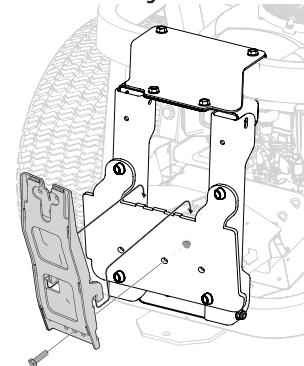

Figure 10
2. Installez le support vertical (683-04519C) sur l'ensemble de montage installé sur l'appareil en l'insérant sur le support comme indiqué dans la Figure 10.
3. Fixez le support vertical à l'ensemble de montage avec un boulon (710-06154B) du kit de quincaillerie (689-02619). Voir Figure 10.